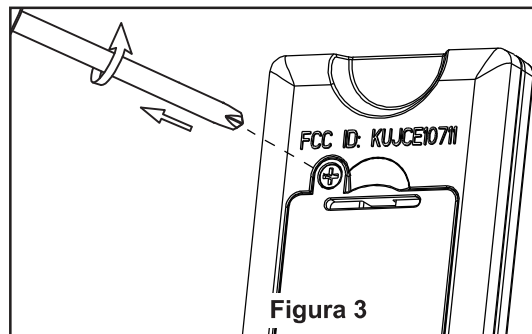

Figura 3
- ☐ 3. Retire la cubierta de la batería del control remoto con un destornillador y conserve el tornillo para luego. (Figura 3)